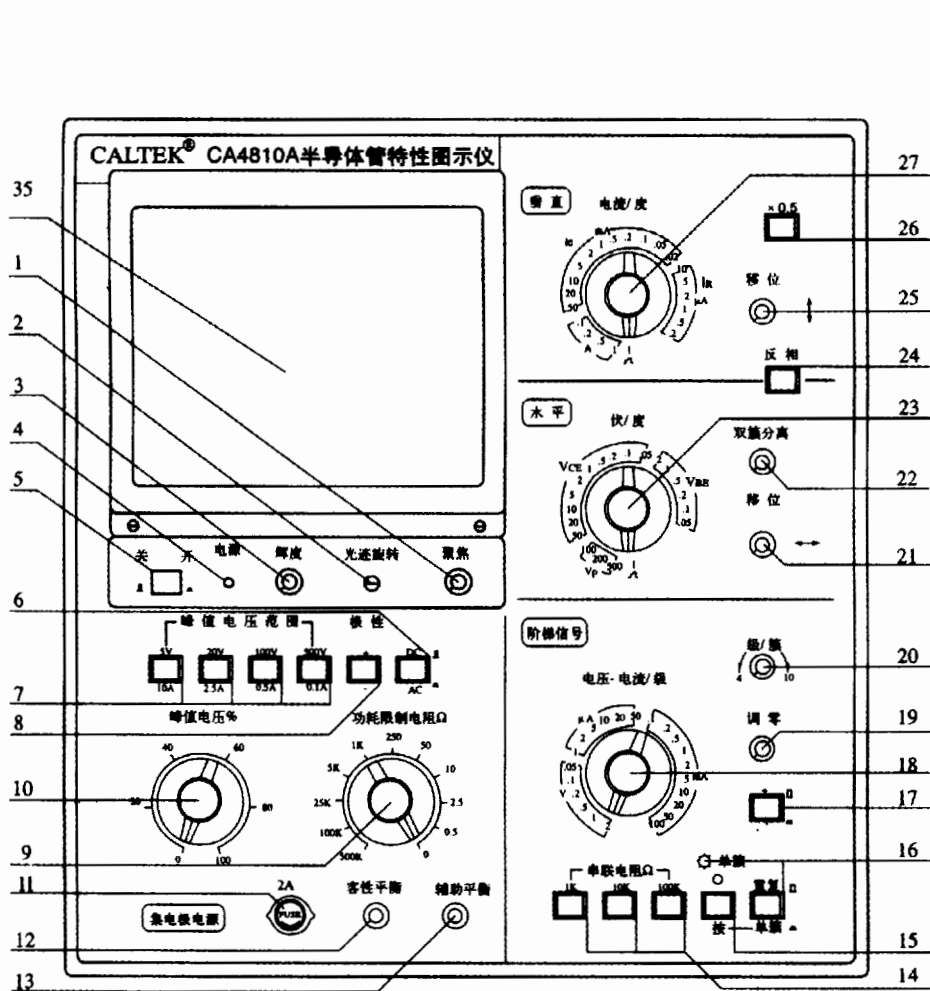
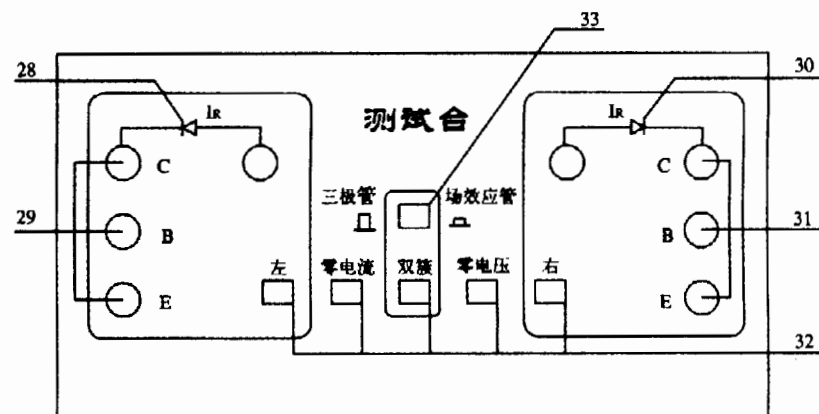
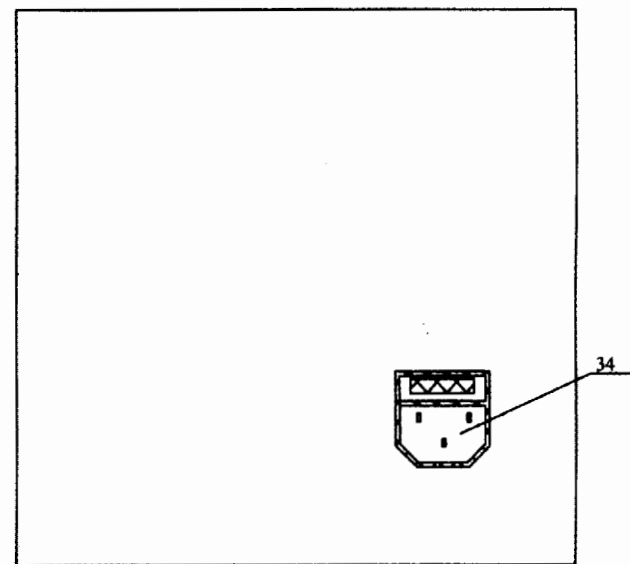

图 3-1
图 3-2
图 3-3
前面板分布见图 3-1 所示，测试台分布见图 3-2 所示，后面板分布见图 3-3 所示。
1、前面板介绍 (参见图 3-1、图 3-2、图 3-3)